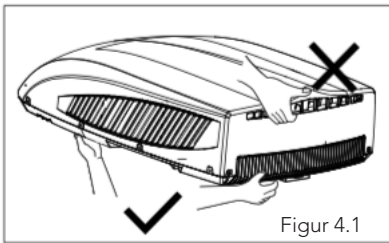

Figur 3
2. Hvis taket på kjøretøyet er skrånende (ikke i vater) slik at takklimaet ikke kan monteres innenfor de maksimale tillatte gradspesifikasjonene, må det legges til en utvendig utjevningsplate for å få enheten i vater. En typisk utjevningsshim er vist i figur 3.